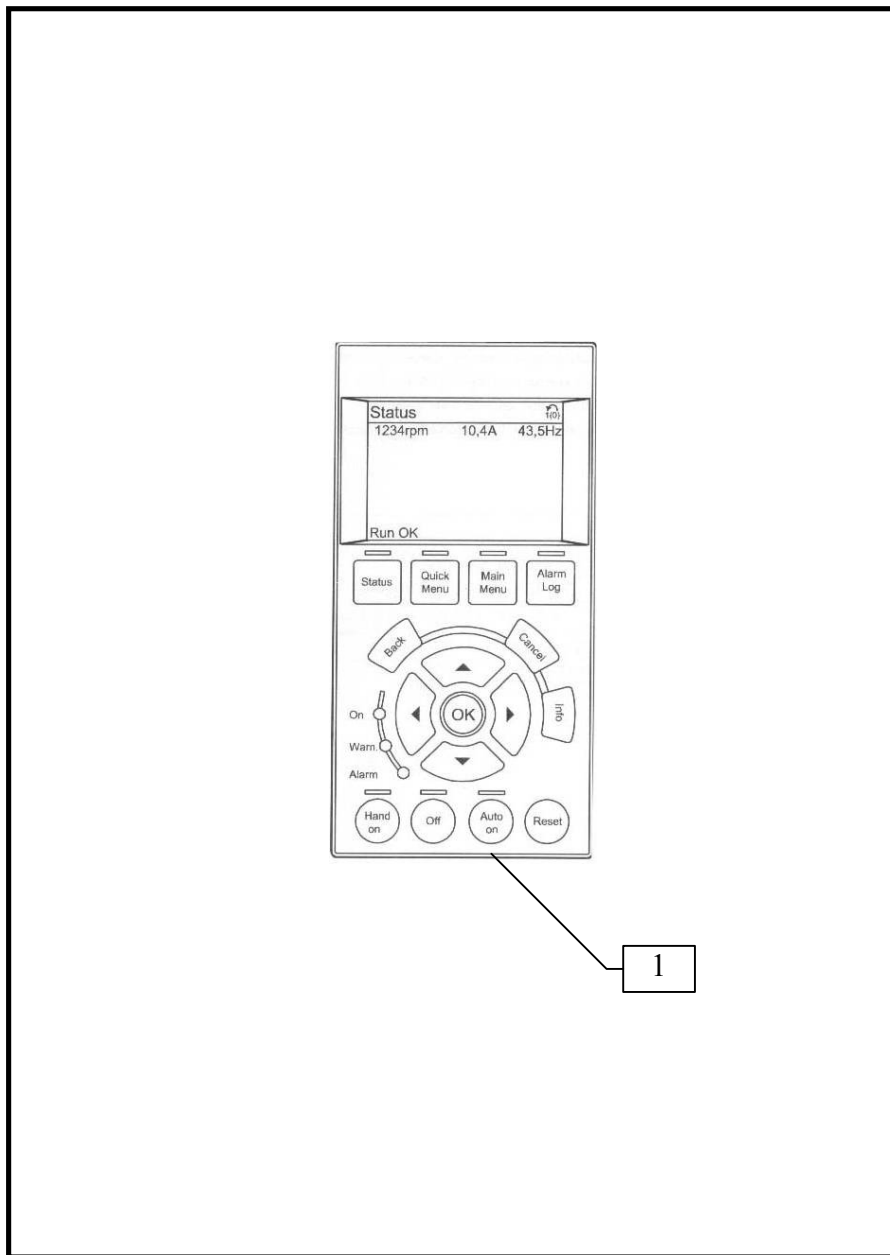

Рис. 2 Лицевая панель прибора
- без переключателя **JMP** - для защиты двигателей с датчиком влажности DK (DI) и защиты от сухого хода по 1 электроду (дренажные насосы, мешалки и т.п.)
5.2 Лицевая панель прибора (рис. 2)